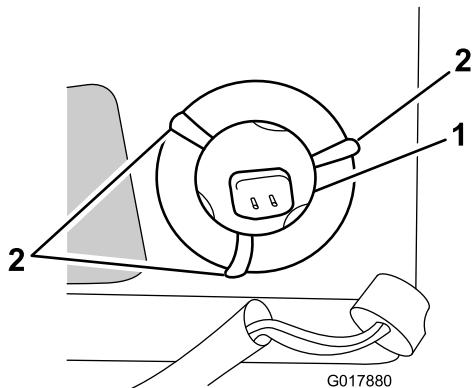

Figura 31
7. Spostate le lingue pieghevoli (che mantengono la lampada in posizione) all'interno del manicotto metallico in modo tale che non siano d'intralcio; vedere Figura 31.